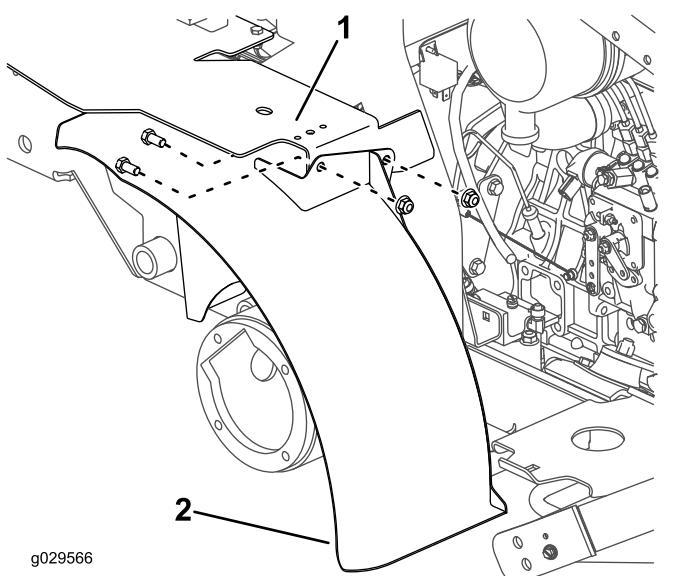

図 39
6. 左フェンダ上部にブラケットを仮止めするボルト $\frac{3}{8} \times \frac{3}{4}"$  2本とナット $\frac{3}{8}"$  2個を使用して図 39のように取り付ける。